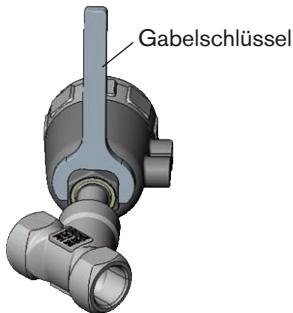

Bild 19: Gabelschlüssel am Sechskant ansetzen
- Passenden Gabelschlüssel am Sechskant des Antriebs ansetzen (siehe Bild 19.).